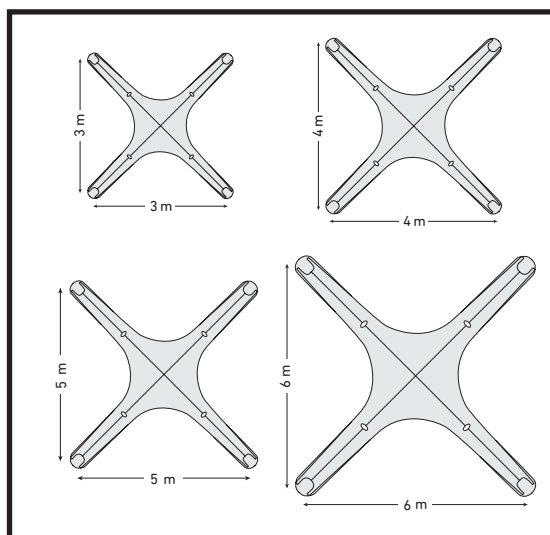

Abb. 1
1. Wählen Sie einen flachen, ebenen Platz, um das Zelt aufzubauen. Stellen Sie sicher, dass Sie ausreichenden Platz haben, die nicht kleiner sind als die Abmessungen in den Zeichnungen (Abb. 1).